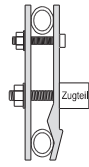

fig. 8
- Remarque: Serrez d'abord les deux vis (V) supérieures et ensuite les deux écrous du bas (VI,VII; fig. 8).